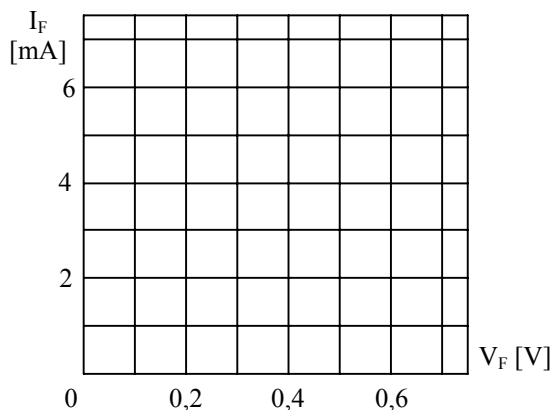

Fig. 6
9. Se trasează grafic caracteristicile diodelor în coordonatele date în fig. 6.
- Comparați cele două curbe trasate în fig. 6. Au o formă asemănătoare sau cele două curbe diferă?